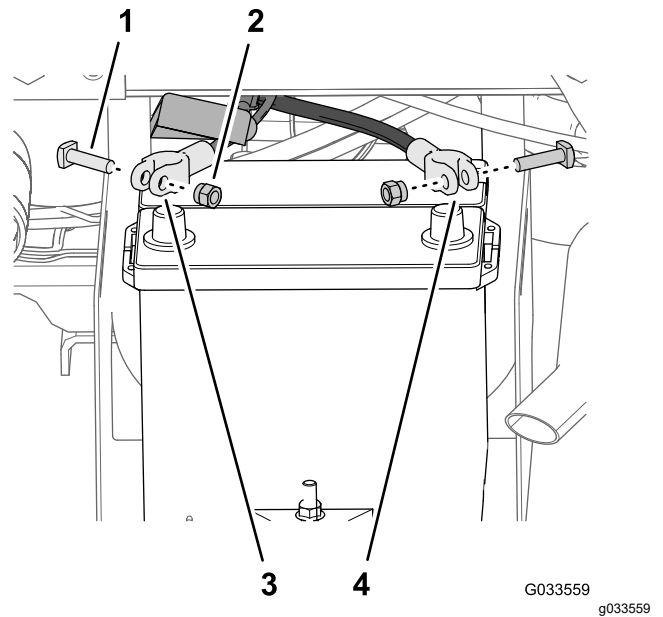

Bild 25
1. Entfernen Sie die Muttern und T-Schrauben an den Klemmen des Plus- und Minuskabels der Batterie (Bild 25).